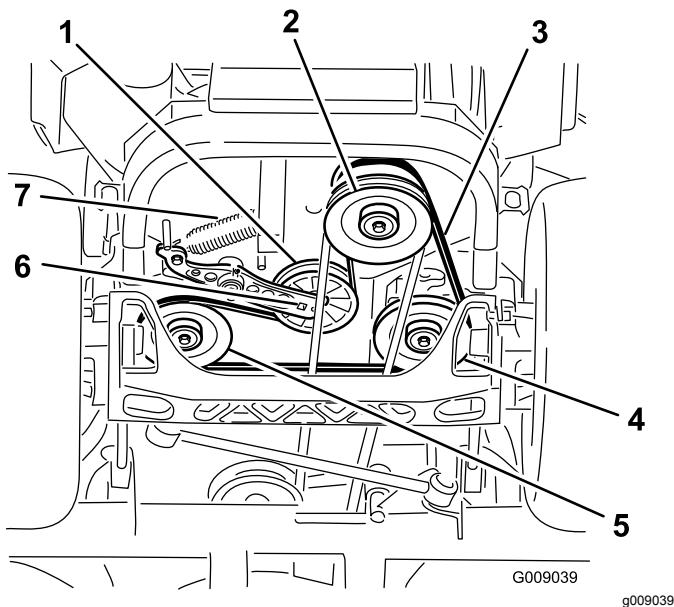

Figure 75
- Soulevez la machine sur des chandelles (Figure 75).
5. Insérez un rochet dans le trou carré du bras de la poulie de tension pour déposer le ressort (Figure 75).
6. Décrochez le ressort de la poulie de tension du cadre (Figure 75).
9. Insérez un rochet dans le trou carré du bras de la poulie de tension pour installer le ressort de la poulie sur le cadre (Figure 75).